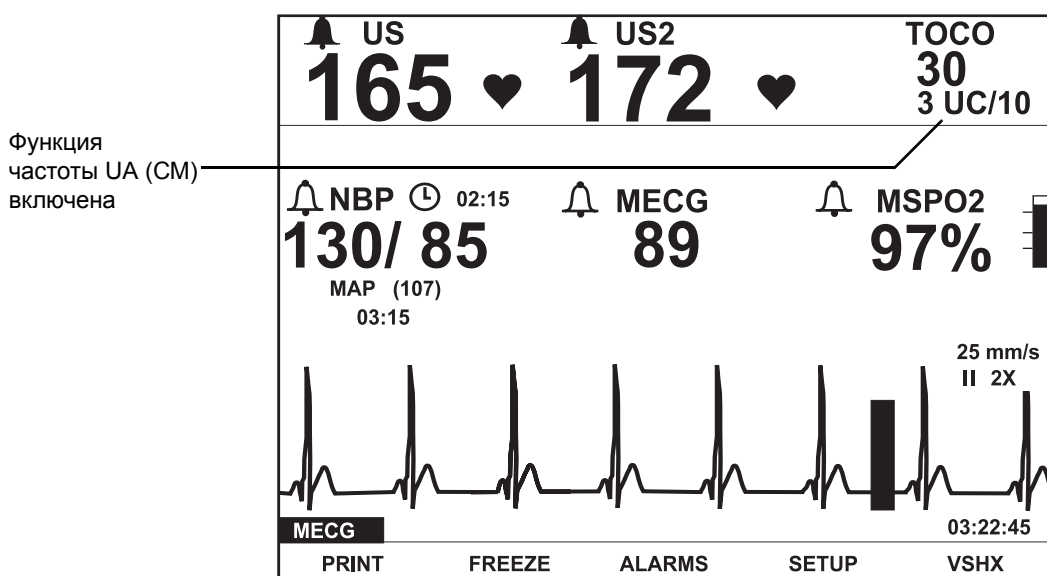

Рис. D-9. Функция частоты UA (CM) включена
При включении (ON (ВКЛ.)) частота UA (CM) (в десять минут) отображается в области экрана UA (CM). Значение UA (CM) отображается в уменьшенном виде, чтобы разместить дополнительную информацию. См. рис. D-9.